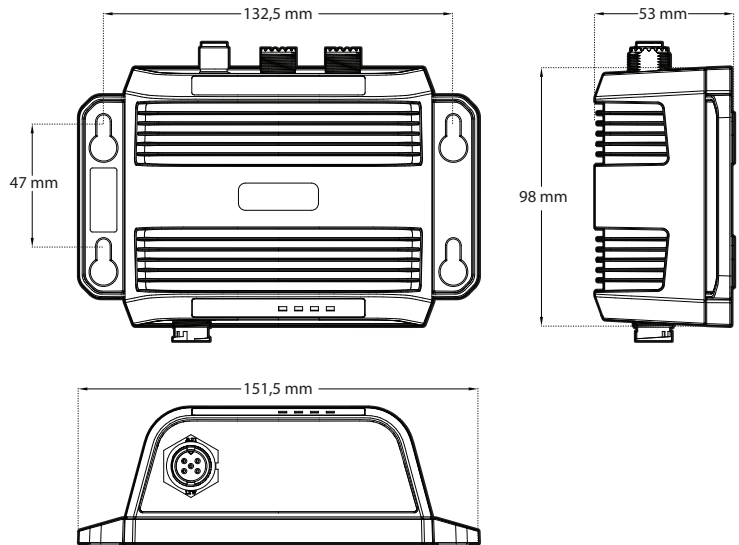

Abbildung 4: Abmessungen des NSPL-500
- Im Bereich um den NSPL-500 muss ausreichend Platz zum Verlegen der Kabel sein. Die Abmessungen des NSPL-500 sind in Abbildung 4 aufgeführt.